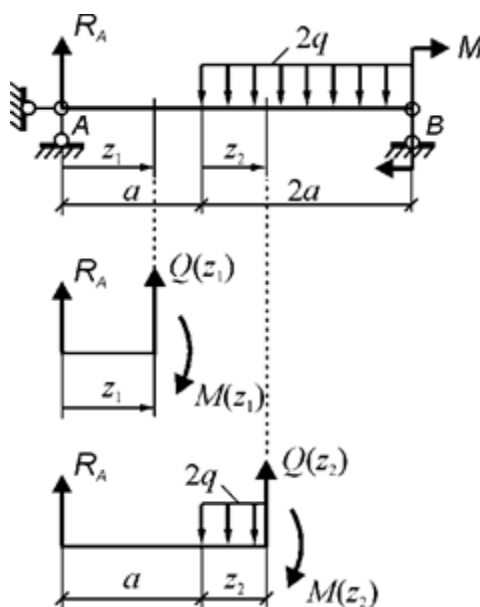

Рис. 3. Координаты сечений и схемы нагружения выделяемых частей балки
**Определение реакции  $R_A$**  (рис. 3)
Выражения для  $Q(z_1)$  и  $M(z_1)$ , полученные из уравнений равновесия *левой* части балки (см. рис. 3):